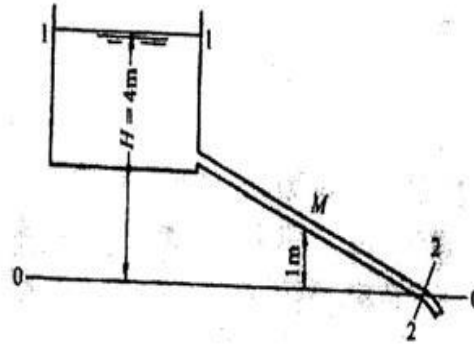

图 2 高位水箱引水
2、用直径  $d = 100\text{mm}$  的管道从水箱中引水。如水箱中的水面恒定, 水面高出管道出口中心的高度  $H = 4\text{m}$ 。如图 2 所示。管道的损失假设沿管长均匀发生,  $h_f = 3\frac{v^2}{2g}$ 。要求:
①通过管道的流速和流量
②管道中点 M 点的压强  $p_M$